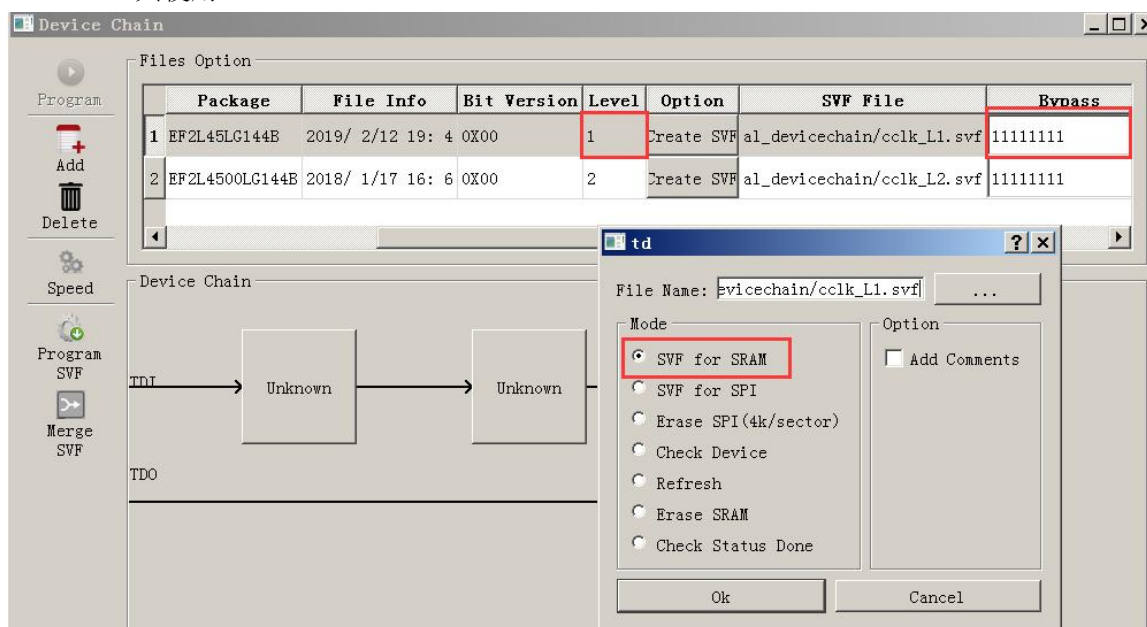

图 19 生成用于加载 SRAM 的 svf 文件
- 2) 如图 19 是生成用于 TD 软件或者 JTAG STUDIO 使用的下载 SRAM 的 SVF 文件。添加 bit 文件，根据物理连接设置该 bit 对应器件的 level 值，点击 create_svf，在 Bypass 下面输入 11111111，否则生成的 SVF 可能出错。生成 svf 文件后，可以直接使用 program 下载，也可以提供给 JTAG STUDIO 工具使用。